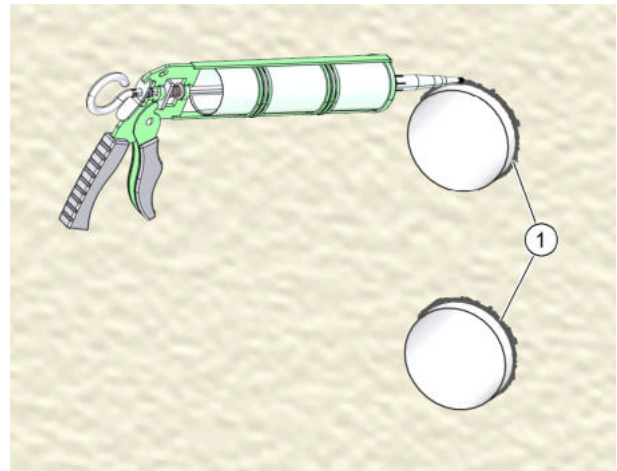

Abb. 30: Lüftungsrohre an der Außenwand abdichten
- ▶ Fäsen Sie beide Rohrdurchbruchkanten (Pos. 1 in Abb. 30) mit ca. 5x45° ab, um einen Freiraum für die Dichtungsfugen mit dauerelastischem Dichtstoff zu schaffen.